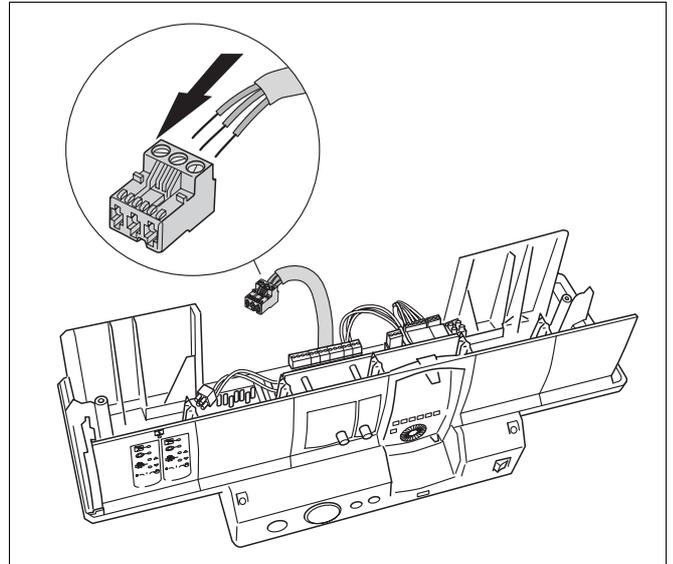

Abb. 6 Leitungsverlegung
- Leitungsadern abisolieren und vorschriftsmäßig an den zugehörigen Klemmen fest anschrauben (Abb. 6).